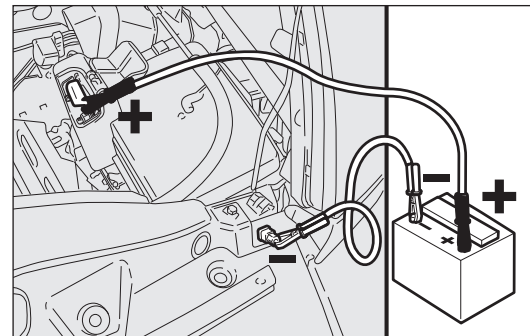

fig. 158
- brancher avec un second câble la borne négative (-) de la batterie auxiliaire au point de masse comme indiqué dans la fig. 158;